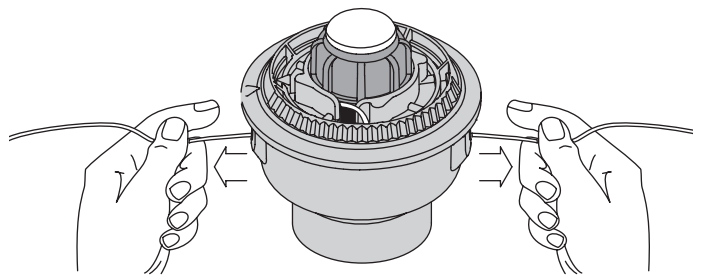

Fig. 17
9. Si el bobinado de la línea se torna dificultoso o la línea se enreda, tire de los extremos de la línea de la bobina. Continúe bobinando el carrete interior en sentido antihorario (Fig. 17).
4. Sostenga el carrete interior en su lugar e instale la botón de tope, el resorte y el sello de espuma presionando y girando la botón de tope en sentido horario. Tome los extremos y tire con firmeza para soltar la línea de las ranuras de fijación en el carrete interior (Fig. 17).